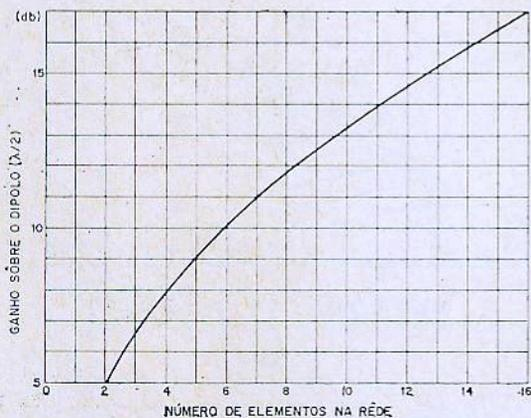

Figura 14
1) Com esse valor do ganho, vamos à figura 14 e obtemos o número de elementos  $n$  que deve conter nossa antena  $n = 8$  elementos. Portanto, temos uma RA6D.